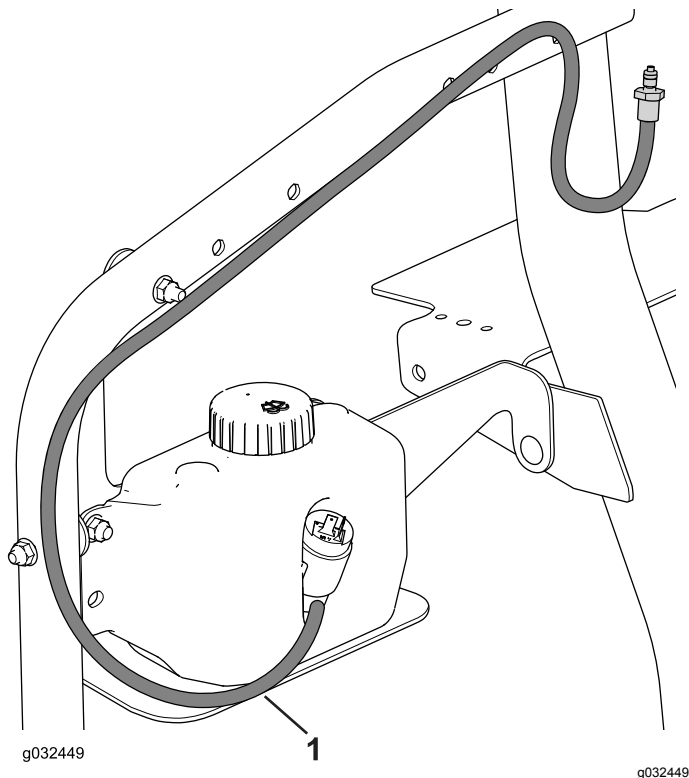

Figura 32
5. Ligue o tubo de lavagem à garrafa lavadora e prenda-o à estrutura com braçadeiras de cabo (Figura 32).